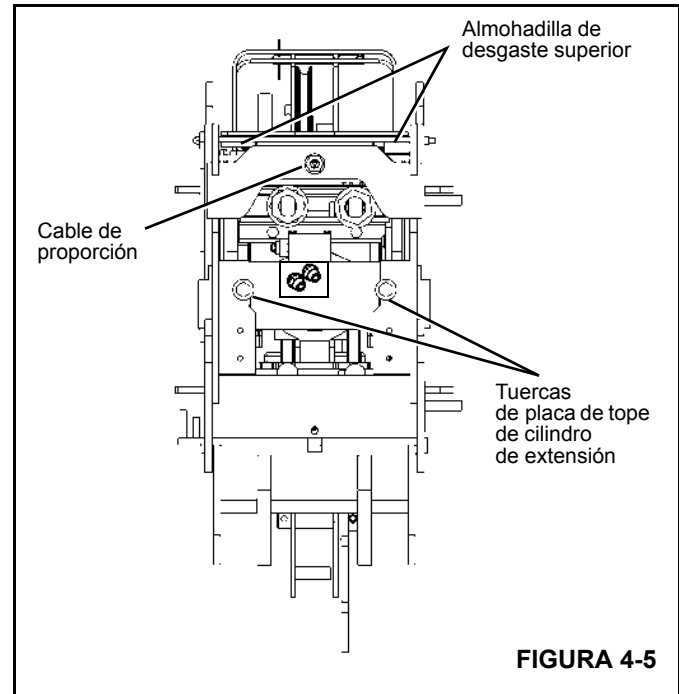

FIGURA 4-5
1. Retire las almohadillas de desgaste superiores izquierda y derecha de la parte trasera entre las secciones 1ª y 2ª de la pluma (Figura 4-5).